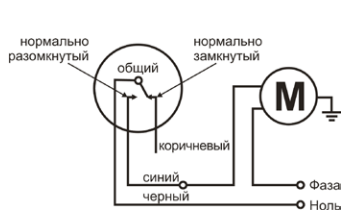

Рис.1
- 2.1. Подключите синий провод поплавкового выключателя к электронасосу, а черный – к нулю, как показано на рис. 1.